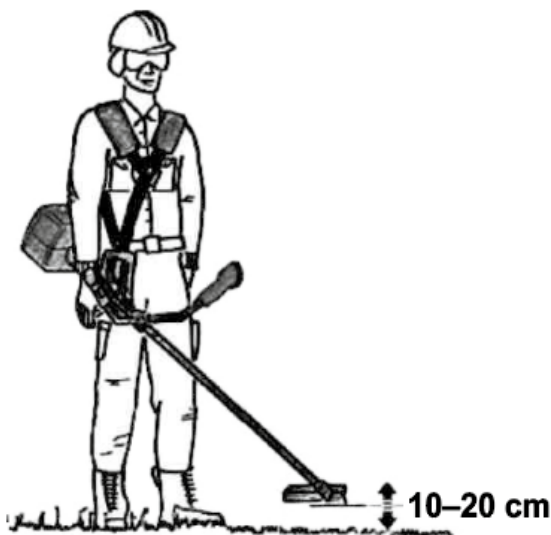

Рисунок 7. Регулювання наплічного пасового підвісу.
- послабити кріплення скоби і відрегулювати її рухом вгору-вниз до оптимального балансу мотокоси. Балансування мотокоси та регулювання пасків підвісу виконано вірно, коли різальний інструмент розташований на відстані 10–20 см від поверхні землі (див. рис. 7);